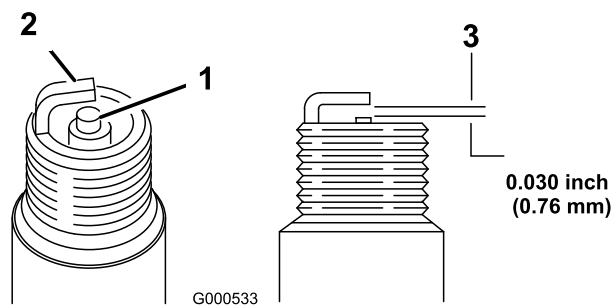

Figura 23
5. Regolate la distanza tra gli elettrodi della nuova candela a 0,76 mm (Figura 23).